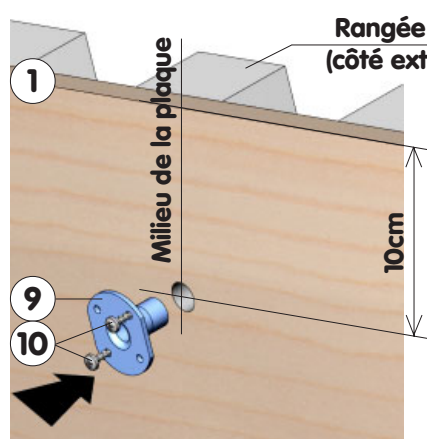
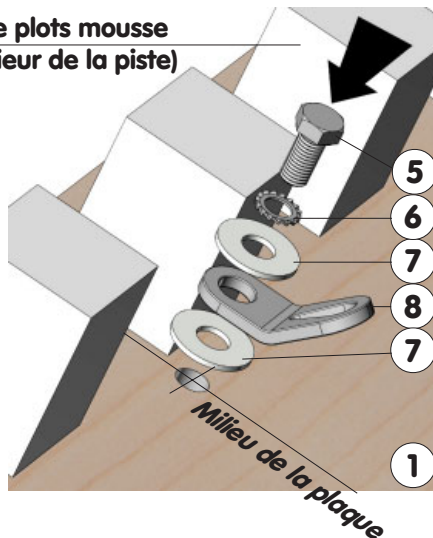

Figure 2
Figure 3
- Monter le plat d'haubanage (8) à l'aide de la visserie (5), (6), et (7), sous chaque plaque suivant Fig. 2 et Fig. 3, en l'orientant suivant Fig. 4 et Fig. 5, avant de serrer pour bloquer sa rotation (voir Fig. 3).